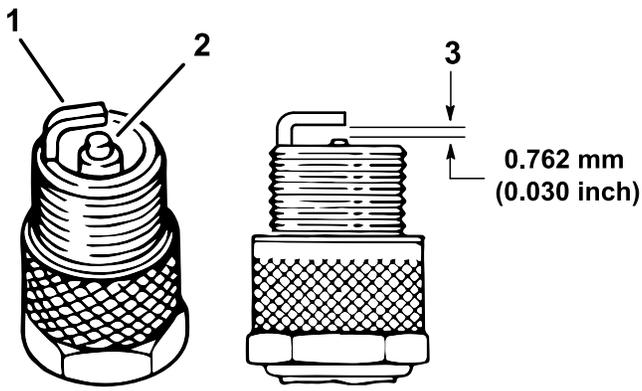

图 35
4. 检查侧电极、中心电极和中心电极绝缘体的状况确保没有任何损坏图 35。
5. 如图 35 所示将中心电极与侧电极之间的空隙设置为 0.762 mm。